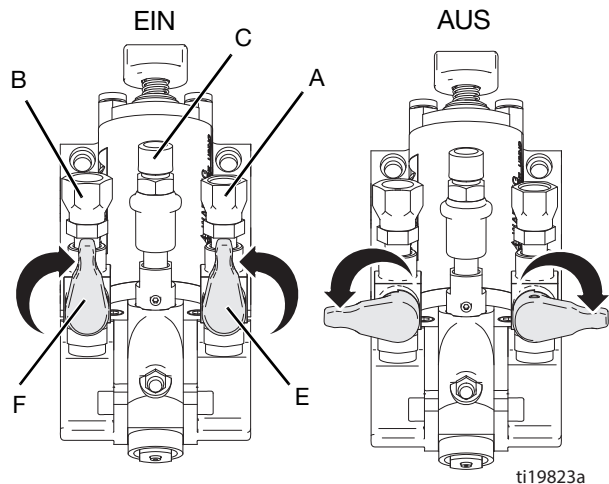

ABB. 3 Materiaventile
2. Beide Materialventile (E,F) durch Drehen in die Aus-Position schließen. Siehe ABB. 3.